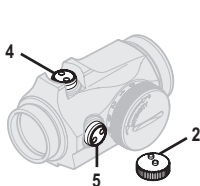

Fig. 3 Tapa de ajuste
- La tapa de ajuste (2) o la herramienta (13A) deben utilizarse para girar los tornillos de ajuste. Coloque las perillas de la tapa de ajuste (2) en los huecos de los tornillos de ajuste (4) y (5). Consulte la Fig. 3.